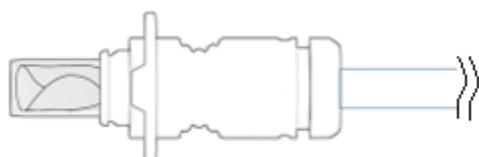

Figura 6. Inspeção do implante (com cânula de carregamento).
- Verifique visualmente a integridade do implante (dentro da cânula de carregamento); não deverão existir vinhos, dobras ou rasgos, consulte a Figura 6.